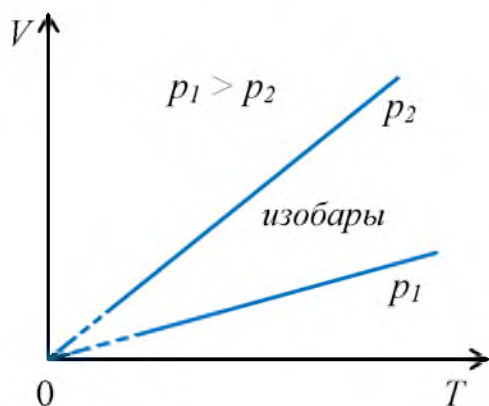
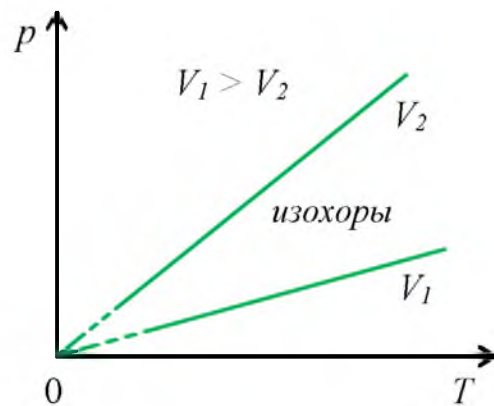

Рис. 3
Рис. 4
5. Почему на рис. 3 и рис. 4 вблизи абсолютного нуля графики проведены пунктиром?